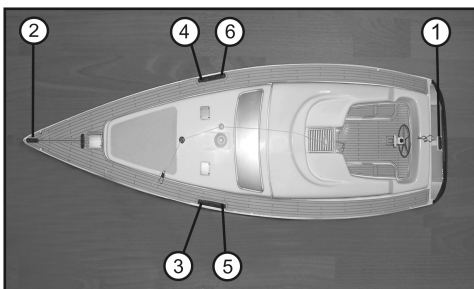

Figura 10
- Nella Figura 10 viene indicata la posizione a cui deve essere collegato ciascun cavo (ad esempio il cavo numero 2 in posizione 2 sullo scafo, vedi Figura 10).